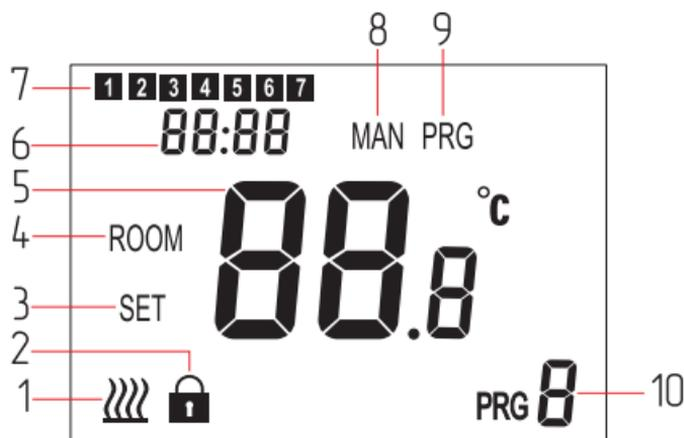

Рис.1 Индикация терморегулятора
- После включения блокировки на дисплее появляется символ  (Рис.1, поз.2), показывающий что кнопки заблокированы. В данном режиме изменение настроек возможно только после временного разблокирования, которое можно сделать нажав кнопку «SET» и удерживая её в течение 5 секунд.